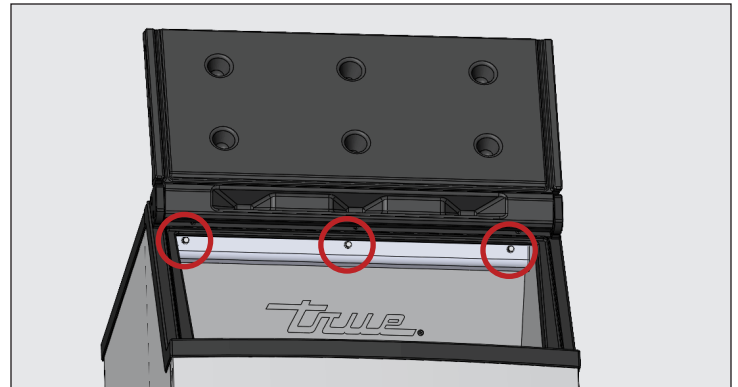

Abb. 1. Positionen der Leitblechflügelschraube.
1. Entfernen Sie die Leitblechschauben. Siehe Abb. 1.